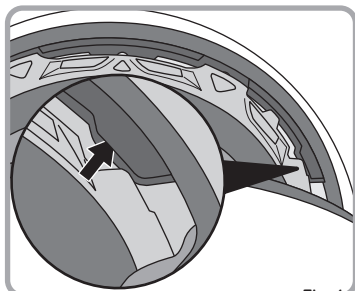

Fig. 1
① Voer de tussenvoering in ter hoogte van de slapen, zoals getoond wordt op Fig. 1.